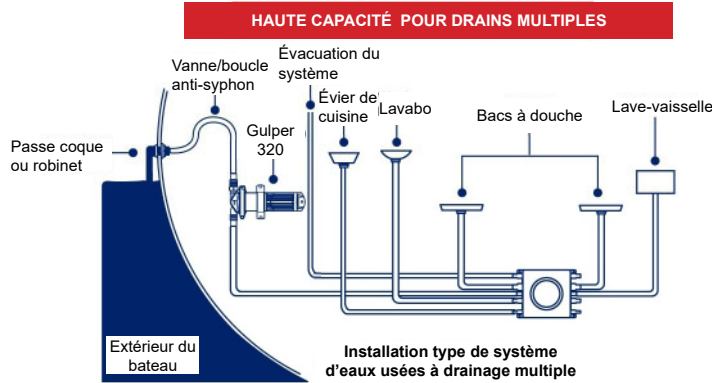
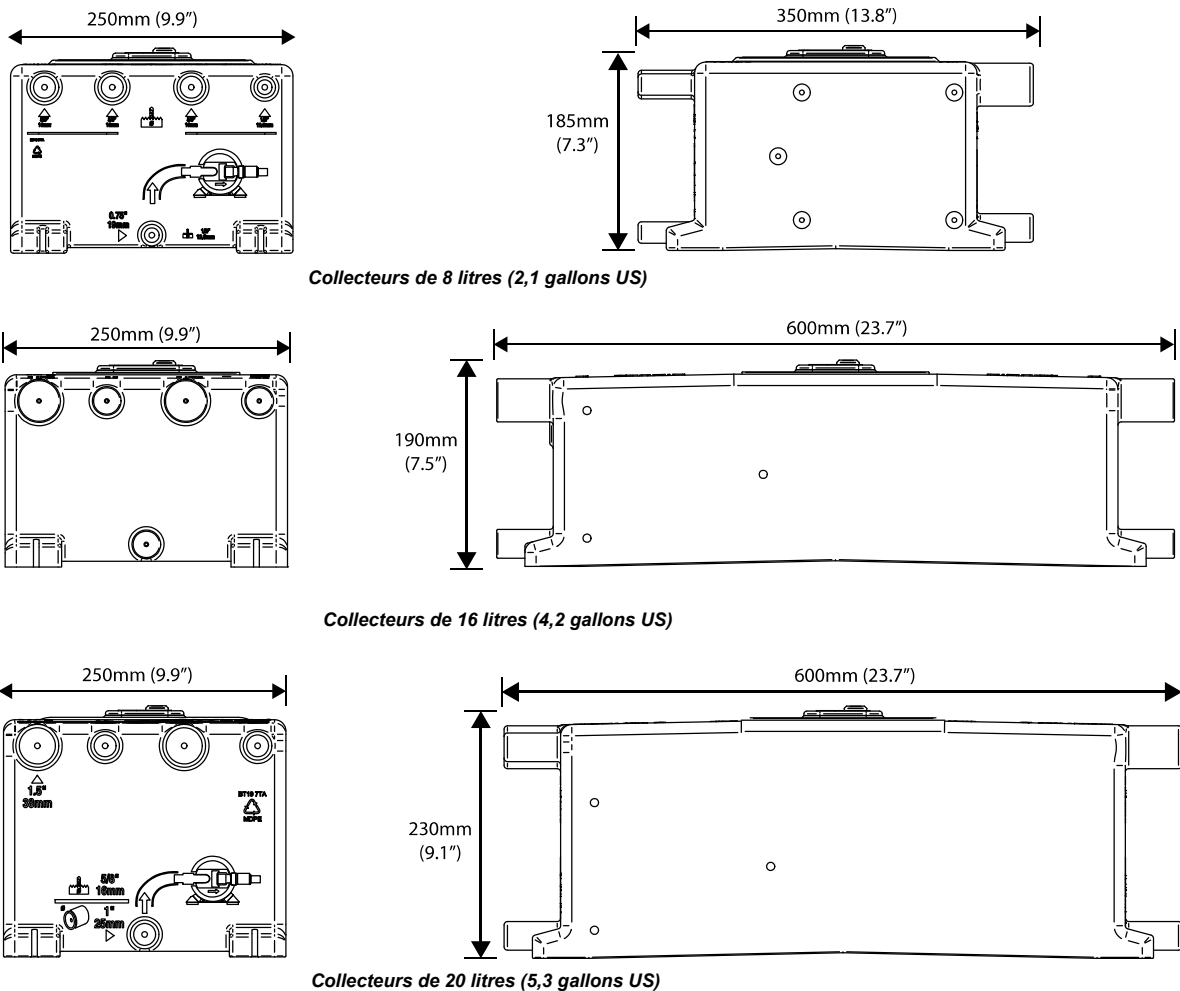

Figure 1 Installation type de collecteur d'eaux usées dans un système d'eaux usées à drains multiple
Figure 2 Dimensions du collecteur d'eaux usées
- L'ensemble de la tuyauterie **doit** contenir vanne/boucle anti-siphon correctement installée. (Figure 1)
- L'eau pompée **doit** être évacuée via un passe coque ou un robinet situé **au-dessus de la ligne de flottaison**. (Figure 1)
Le collecteur d'eaux usées est conçu pour être utilisé avec les eaux usées dans les bateaux de plaisance. L'installation type est illustrée dans la Figure 1. Pour connaître les dimensions du collecteur, consultez la Figure 2.